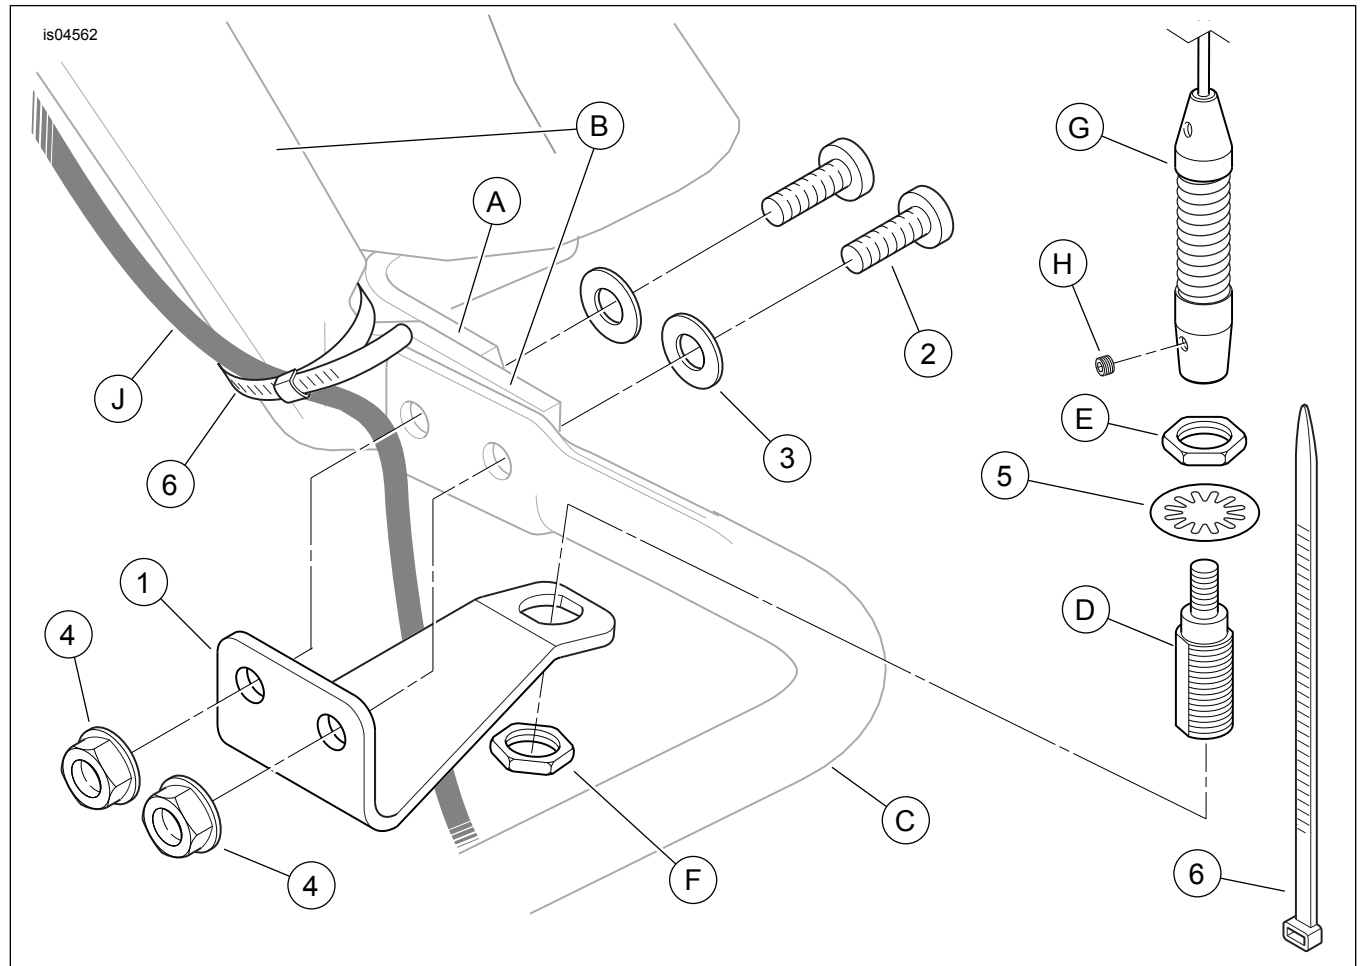

Abbildung 2. Ersatzteile, Antennen-Umbausatz
Siehe Abbildung 2 und Tabelle 1.
3. Die untere Feststellschraube (3) des Antennenmasts (2) mit einem 2-mm-Sechskantschlüssel lösen. Den Mast vom Antennensockel abschrauben und für den späteren erneuten Einbau beiseite legen.
4. Die untere Sicherungsmutter (4) entfernen, und den Antennensockel aus der Befestigungshalterung (6) entfernen. Beide Sicherungsmuttern aufbewahren, die Sicherungsscheibe (5) hingegen entsorgen.
5. Die beiden Schrauben (8) und Sicherungsscheiben (9) entfernen, die die Antennenbefestigungshalterung und Abdeckung (7) zur hinteren Satteltaschenstützhalterung (10) befestigen. Halterung, Abdeckung und Befestigungsteile entsorgen.
7. Den linken Schalldämpfer mit einem Holzblock oder einer anderen geeigneten Methode in der Einbauposition abstützen. Die zwei Flachkopfschrauben und Muttern (11) entfernen und entsorgen, mit denen der untere Satteltaschenhalterungsbügel an der hinteren Satteltaschenstützhalterung befestigt ist.
8. Siehe Abbildung 2. Die **neue** Antennenbefestigungshalterung (1), zwei Halbrundkopfschrauben (2), flache Unterlegscheiben (3) und Flanschmutter (4) aus dem Satz nehmen. Eine flache Unterlegscheibe am Gewinde jeder Schraube anbringen.
9. Die Antennenbefestigungshalterung wie abgebildet an der vorderen Seite des unteren Satteltaschenhalterungsbügel (C) anbringen. Eine Schraube von hinten durch die Satteltasche-zu-Schutzblechstützenhalterung (A) und das innere Loch in der hinteren Satteltaschenstützhalterung (B) und dem Satteltaschenhalterungsbügel einführen. Die andere Schraube durch das äußere Loch in der Stützhalterung und des Bügels einführen.
11. Die innen gezahnte Sicherungsscheibe (5) aus dem Satz auf dem größeren Gewinde des Antennensockels (D, vorher ausgebaut), unter der Sechskantmutter (E) anbringen und den Antennensockel durch die Bohrung in der Antennenbefestigungshalterung einsetzen.
12. Die zweite Sechskantmutter (F) auf dem Gewinde des Antennensockels anbringen. Einen Schraubenschlüssel an der oberen Mutter anlegen und die untere Mutter auf ein Drehmoment von 8 N·m (6 ft-lbs) anziehen.
15. Das Antennenkabel an der hinteren Satteltaschenstützhalterung am rechteckigen Loch mit einem Kabelbinder (6) aus dem Satz befestigen. Einen zweiten Kabelbinder verwenden, um das Antennenkabel **(auf FLHX-Modellen auch die übermäßigen hinteren Lampeneinfassungskabel)** in der Nähe der Federungsluftleitungen unter der Chromabdeckung an der Rahmenschiene befestigen. Das Kabel NICHT an den Luftleitungen anbinden. Den letzten Kabelbinder zur Befestigung des Antennenkabels (J) an der Satteltasche-zu-Schutzblechstütze (A) und den hinteren Satteltaschenstützhalterung (B) befestigen, siehe Abbildung.
16. Die Antennenmastbaugruppe (G) auf den Antennensockel (D) aufschrauben und die Feststellschraube (H) am unteren Ende der Antennenmastbaugruppe mit einem 2-mm-Sechskantschlüssel fest anziehen, um die Baugruppe sicher zu befestigen.